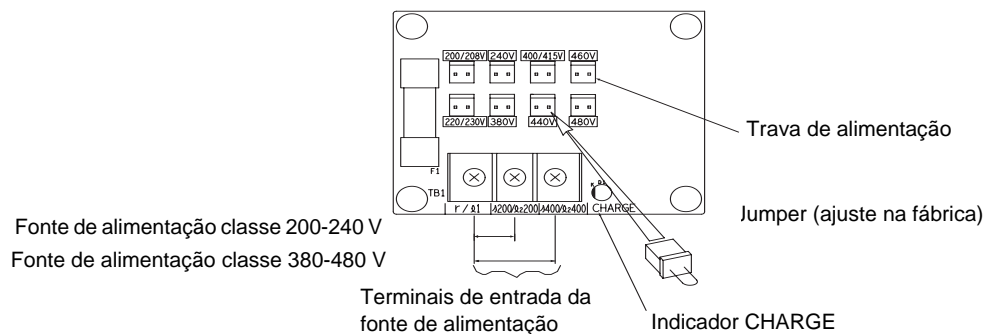

Fig 4.2 Jumper de tensão da fonte de alimentação
4. Insira o jumper na posição para a tensão fornecida para o drive (consulte Fig 4.2).